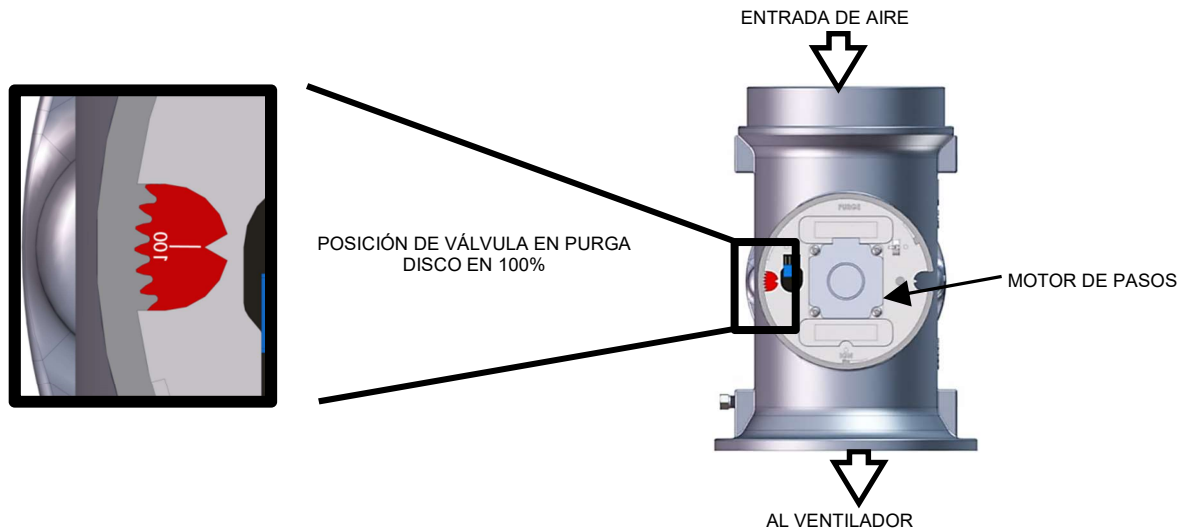

Figura 3-4: Válvula de aire-combustible en posición de purga
- b. La válvula de aire-combustible rota a la posición de purga completamente abierta y cierra el interruptor de posición de purga. El disco en la válvula de aire-combustible (Figura 3-4) marcará **100** para indicar que la válvula está completamente abierta (100%).